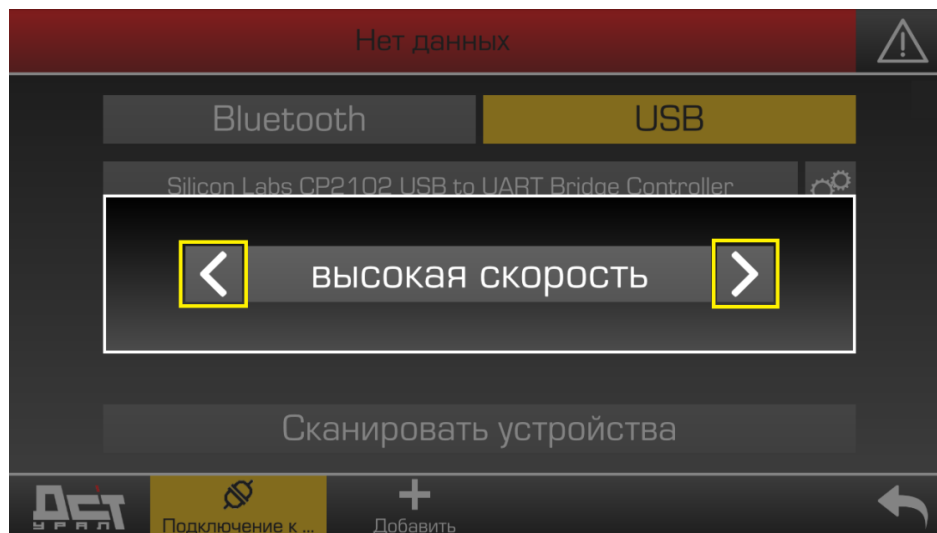

Рисунок 3.15. Выбор скорости передачи данных
- ▶ Выберите подходящую скорость передачи данных (см. рис. 3.15);